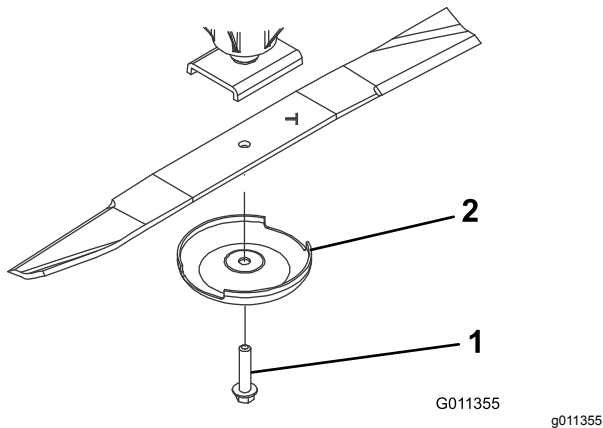

Figure 70
- Tenez la lame par son extrémité avec un chiffon ou un gant épais et enlevez le boulon, la coupelle de protection et la lame de l'axe de pivot (Figure 70).
- Montez la lame, la partie relevée vers le plateau de coupe, et fixez-la avec la coupelle de protection et le boulon (Figure 70).